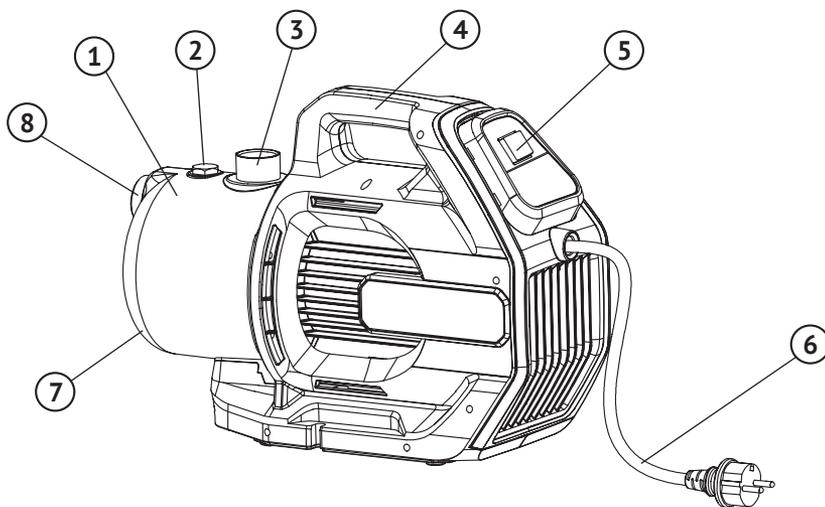

Рисунок 3 – Общий вид насоса
- Отверните пробку заливного отверстия (поз 2, рисунок 3).